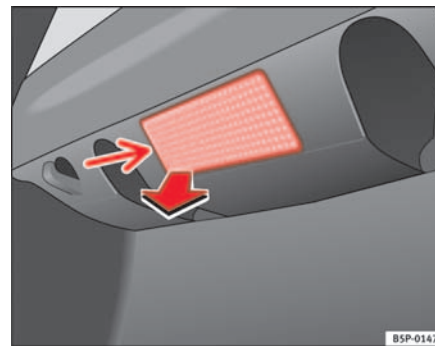

Fig. 194 Luz maletero
- Extraiga la tulipa haciendo presión sobre el borde de la parte interior de la misma -flecha- con ayuda de un destornillador por su parte plana. ⇒ fig. 194 ►